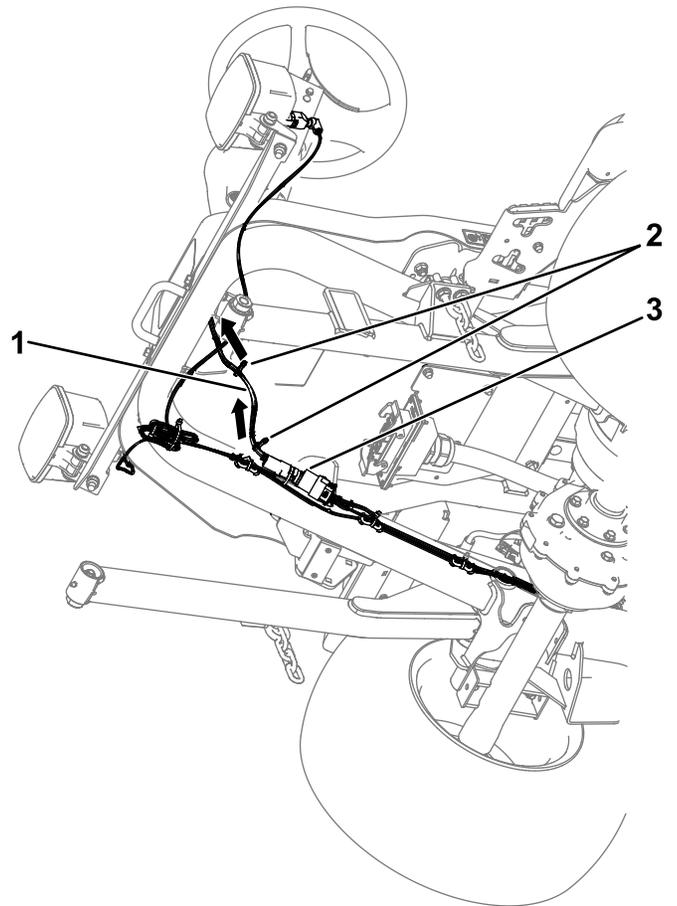

Figura 31
1. Enrute el arnés de cables de control a través del hueco de la plataforma (Figura 31).
2. Conecte el conector del arnés de cables de control marcado PLATFORM HARNESS (P71) al conector del arnés de cables de las luces marcado TO POD HARNESS (P03) (Figura 31).
3. Conecte bridas al arnés de cables de control, como se muestra en la Figura 31.